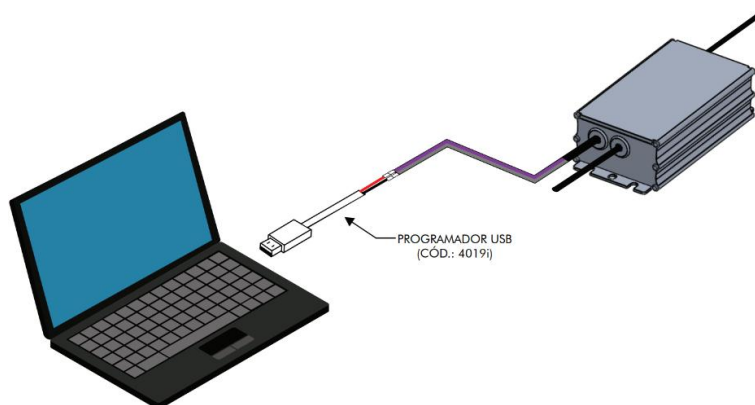
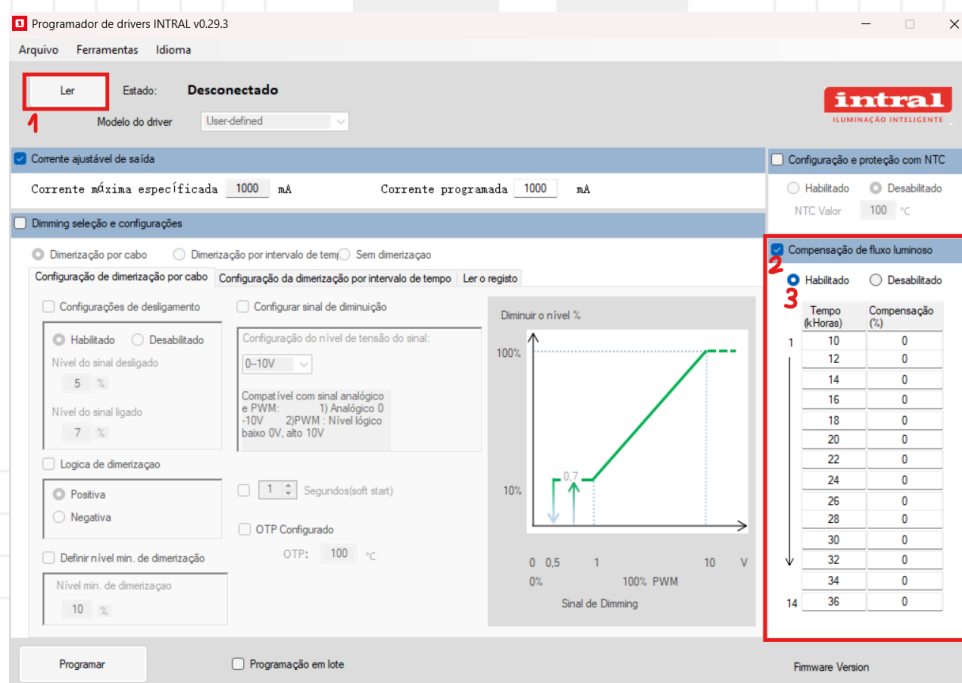

Figura 1 – Esquema de ligação.
Figura 2 – Uso do software.
A programação dessa função é feita através do software de programação de drivers da Intral. Conforme Figura 1, o driver é conectado ao computador através do cabo de programação 04019i. No software, é possível fazer a leitura do driver (1) e habilitar a função de CLO no modelo (2) e (3), conforme Figura 2.